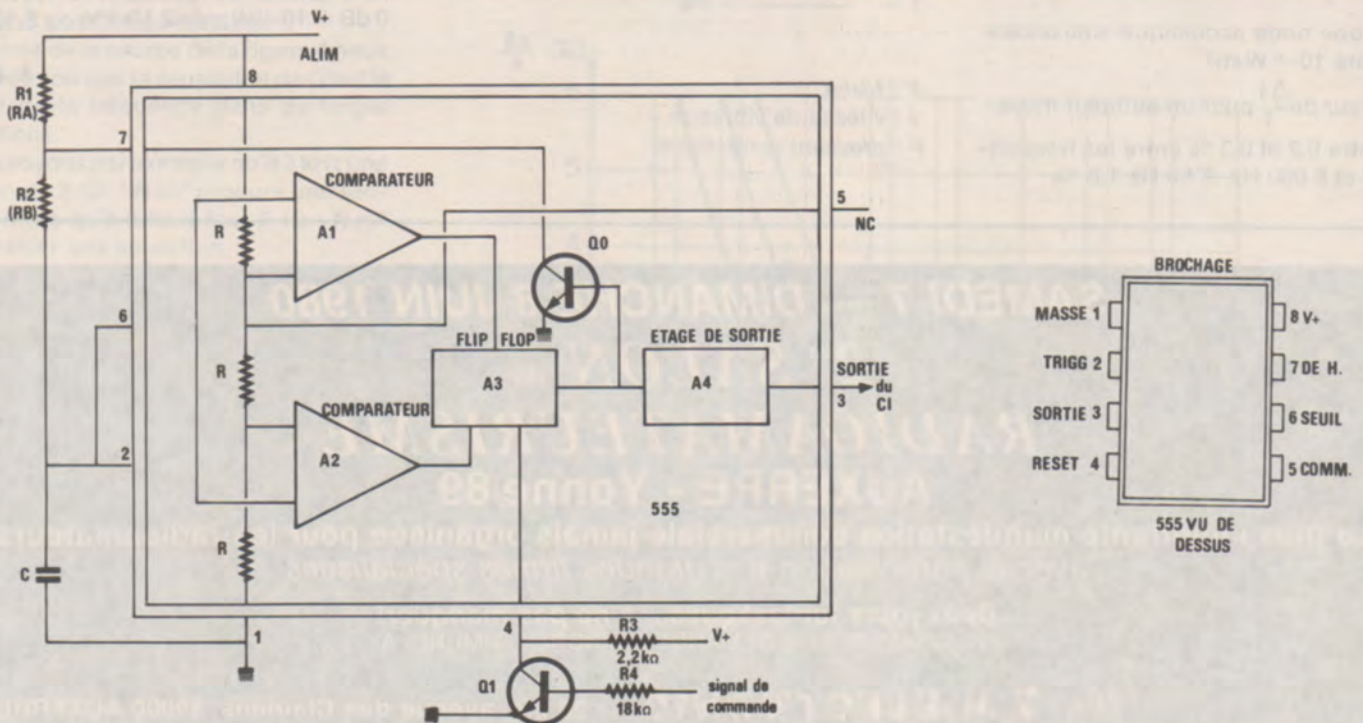
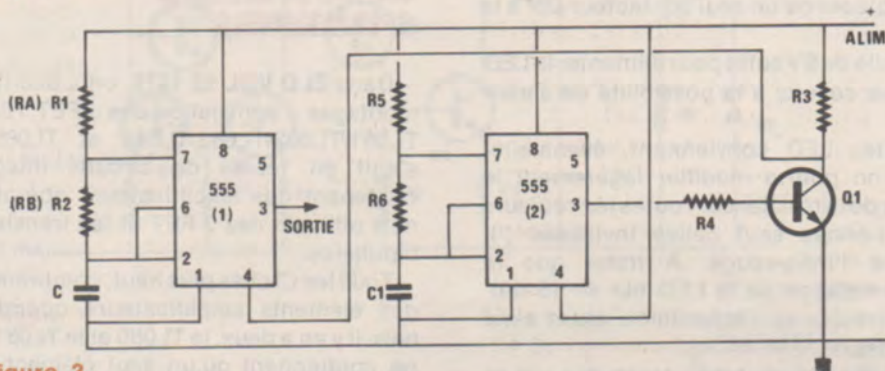

Figure 1
Figure 3
A la **figure 1** on donne en (A) le schéma complet de l'appareil et, en (B) le brochage du 555 en boîtier « dual in line » à 8 broches.
Calculons d'abord la fréquence du 555 de la figure 1 avec $R_1 = 50 \text{ k}\Omega$ ($0,05 \text{ M}\Omega$) $R_2 = 100 \text{ k}\Omega$ ($0,1 \text{ M}\Omega$) et $C = 1 \text{ nf}$ ($0,001 \mu F$).
A la figure 3 on trouvera le schéma du montage composé de la partie proposée par l'auteur (voir figure 1) à laquelle nous avons ajouté le deuxième 555 monté en multivibrateur astable classique.